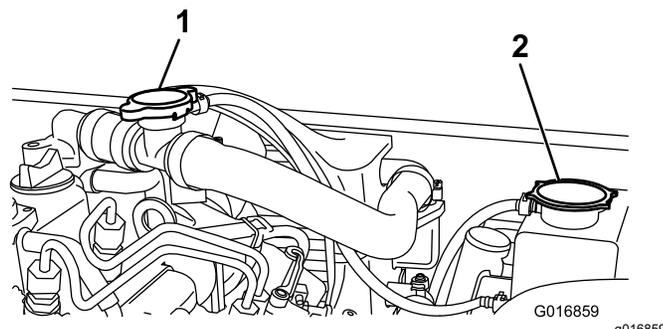

Bild 55
2. Nehmen Sie den Deckel des Kühlerausdehnungsgefäßes ab (Bild 55).
2. Nehmen Sie den Fülldeckel (Bild 55) ab und füllen Kühlmittel ein.
3. Setzen Sie den Fülldeckel auf und nehmen Sie den Deckel des Kühlerausdehnungsgefäßes (Bild 55) ab.